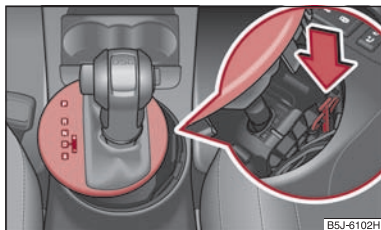

Abb. 103 Wählhebel-Notentriegelung
- Drücken Sie das gelbe Kunststoffteil mit dem Finger nach unten ⇒ Abb. 103.